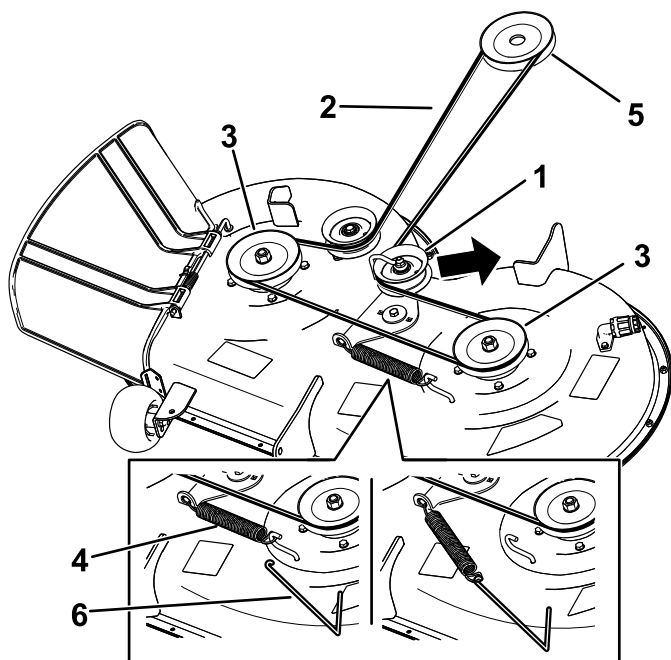

Figura 57
7. Con una herramienta para la retirada de muelles (Pieza Toro N° 92-5771), retire el muelle tensor del gancho de la carcasa para eliminar la tensión de la polea tensora y retire la correa de las poleas (Figura 57).
8. Pase la correa nueva alrededor de las poleas del motor y del cortacésped (Figura 57).
9. Con una herramienta para la retirada de muelles (pieza Toro n.º 92-5771), instale el muelle tensor sobre el gancho de la carcasa y tense la polea tensora y la correa del cortacésped (Figura 57).